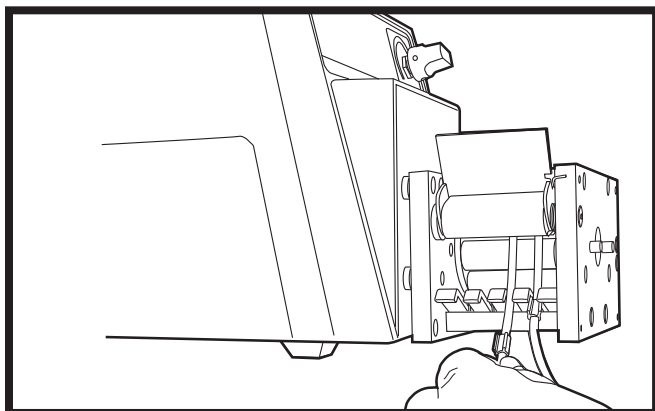

Figura 7 Coloque el anillo del tubo en la ranura para sujetarlo.
3. Coloque el anillo del tubo en la ranura para sujetarlo (Figura 7).